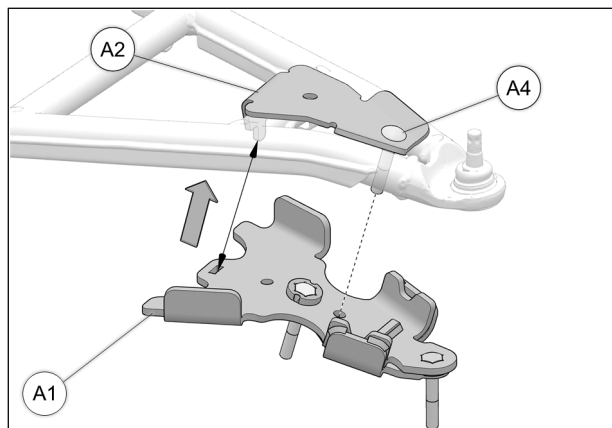

Fig. 14
6. Positionner l'ancrage antirotation (**A1**) sous le bras de suspension inférieur. Engager le trou central de l'ancrage sur le boulon (**A4**) déjà installé dans le couvercle (**A2**) et s'assurer que le tenon est bien inséré dans la mortaise. Voir Fig. 14